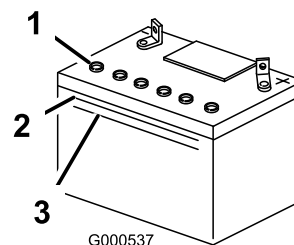

Figura 41
1. Osservate il fianco della batteria. L'elettrolito deve raggiungere la linea **superiore** (Figura 41). Non lasciate scendere l'elettrolito sotto la linea inferiore (Figura 41).
3. Togliete i tappi di spurgo dalla batteria (Figura 41).
4. Aggiungete lentamente acqua distillata in ogni elemento della batteria finché l'elettrolito non raggiunge la linea superiore (Figura 41) sulla scatola della batteria.
5. Attendete cinque o dieci minuti dopo avere riempito gli elementi della batteria. All'occorrenza, aggiungete acqua distillata finché l'elettrolito non raggiunge la linea superiore (Figura 41) sulla scatola della batteria.